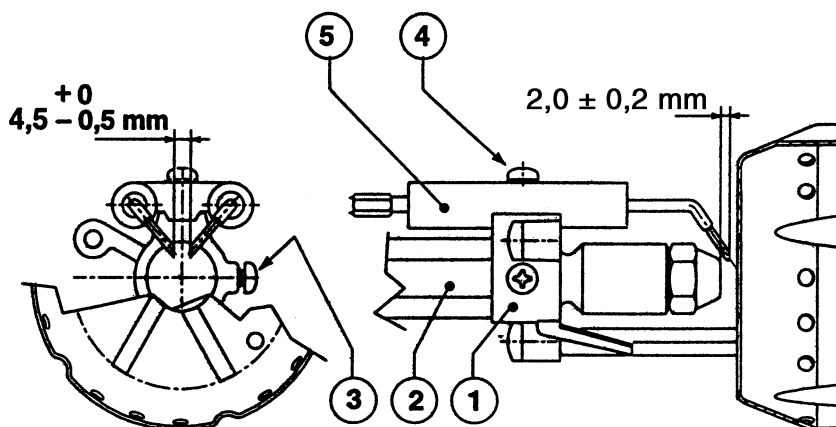

Fig. 2
Afmontér tændkablerne (4) fra elektrode-blokken (5) ved at løsne skruen (3, fig. 2).